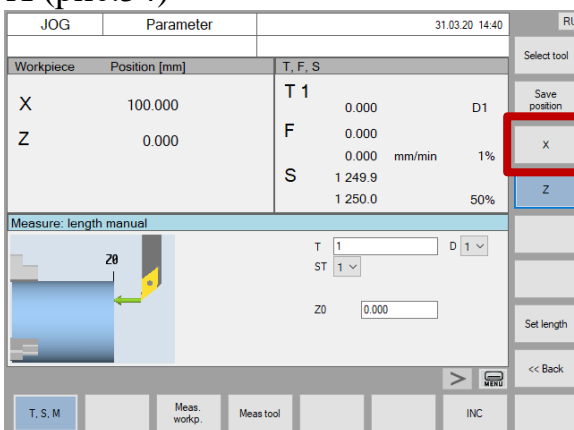

Рис.54. Кнопка «Z»
11. Нажать кнопку «X» в вертикальном ряду кнопок экрана для привязки инструмента по X (рис.54)